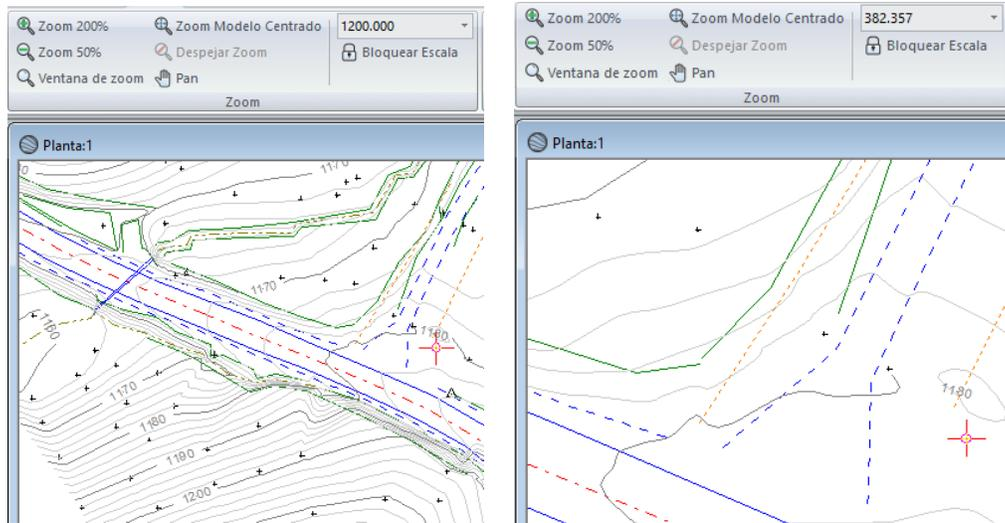

Figura 5-2: Antes y Después de la Operación Zoom (Sin Bloquear Escala)
11. Practique las funciones zoom y panorama mientras busca elementos interesantes en el modelo. Note que, en la barra de herramientas, la escala cambia cada vez que se utiliza el zoom. También note que el texto permanece del mismo tamaño (aunque esto es opcional). El tamaño de los símbolos y el espesor de las líneas permanecen invariables (Figura 5-2).